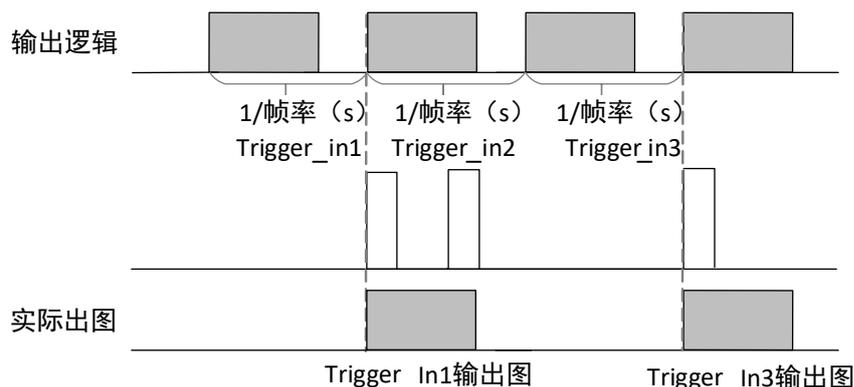

图3-18 第2帧被过滤时序
- 不启用触发缓存使能：第 2 个触发信号直接被过滤，不做处理，如图 3-18 所示；